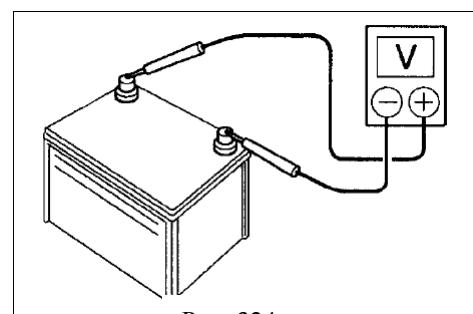

Рис. 324
- (1) После вождения автомобиля и до истечения 20 минут после остановки двигателя, поверните переключатель зажигания в положение ON (ВКЛЮЧЕНО) и включите электрическую систему автомобиля (фары, обдув двигателя) на 60 секунд для удаления поверхностного заряда.
- (2) Поверните переключатель зажигания в положение OFF (ВЫКЛЮЧЕНО), и выключите электрические системы. Измерьте выдаваемое батареей напряжение между положительной и отрицательной клеммами(рис. 324).